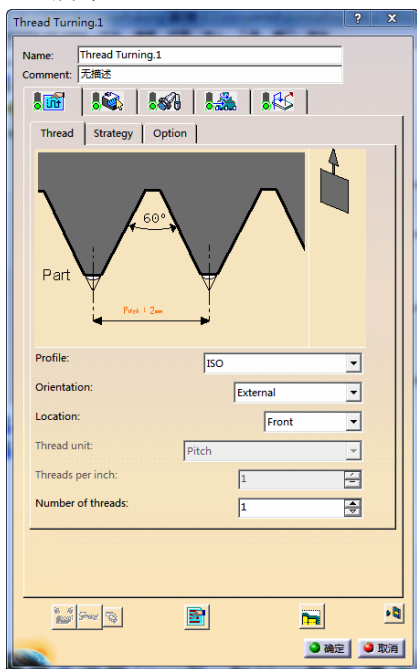

图 6-77 “Thread” 选项卡 (1)
- 单击“Thread”选项卡(1),在“Profile”下拉列表中选择“ISO”,在“Orientation”下拉列表中选择“External”,在“Location”下拉列表中选择“Front”,其他参数如图 6-77 所示。